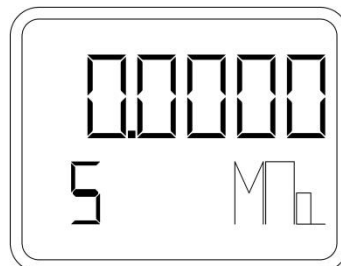

**Рисунок 10** – Выбор значения времени демпфирования
- При помощи кнопки «М» зайти в пункт меню 4 (рисунок 10).